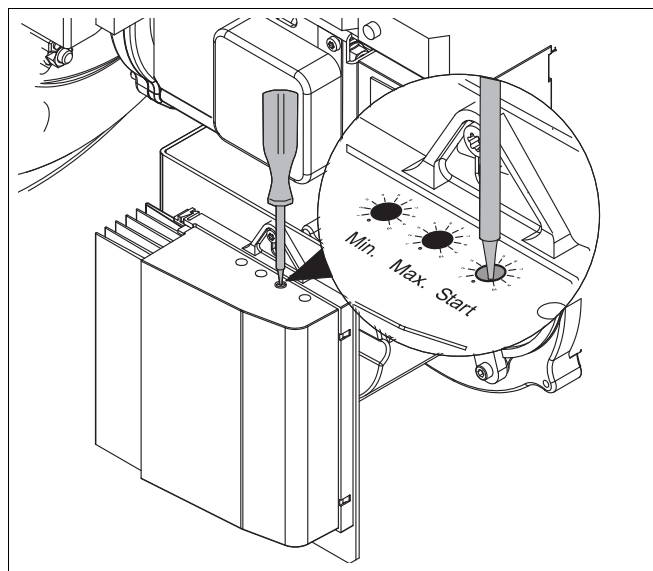

Рис. 7 Настройка потенциометра "Start"
- отличается ли давление воздуха при пусковой нагрузке от табличного значения (таб. 1). Если отклонение значительное, то давление воздуха можно подрегулировать потенциометром "Start" на электронном регуляторе скорости вращения (рис. 7).
- c) Установите давление, осторожно вращая потенциометр "Start" (рис. 7).